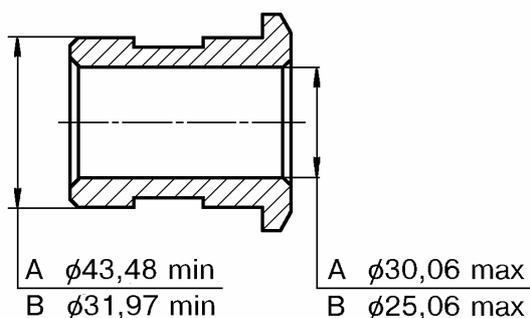

Рис.45. Втулка шестерни:
4.2.14 Втулка шестерни I передачи - 2101-1701113, рис.45 (А).
4.2.15 Втулка шестерни V передачи - 2107-1701133, рис.45 (В).
Втулка шестерни V передачи 2107-1701133 имеет меньшие наружный и внутренний диаметры, по сравнению с втулкой шестерни I передачи - 2101-1701113, рис.45.